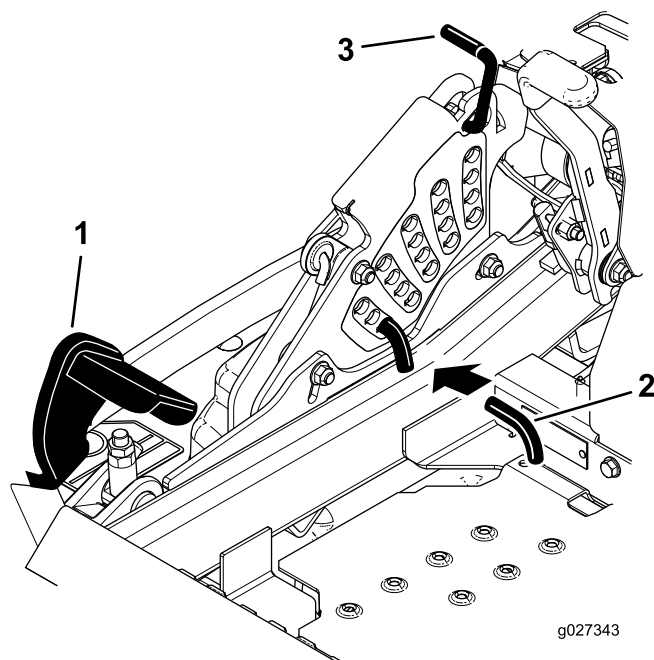

Figura 27
2. Premete il pedale di sollevamento del piatto di taglio e sollevate il piatto in posizione di trasporto (oltre la posizione dell'altezza di taglio di 140 mm); fate riferimento a (Figura 27).
3. Per regolare, ruotate il perno di 90 gradi e togliete il perno dalla staffa dell'altezza di taglio (Figura 27).
4. Nella staffa dell'altezza di taglio scegliete un foro corrispondente all'altezza richiesta, ed inserite il perno (Figura 27).